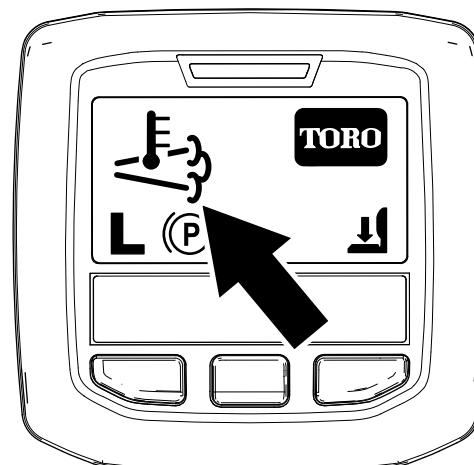

Figure 42
- L'icône de haute température d'échappement s'affiche sur l'InfoCenter (Figure 42).